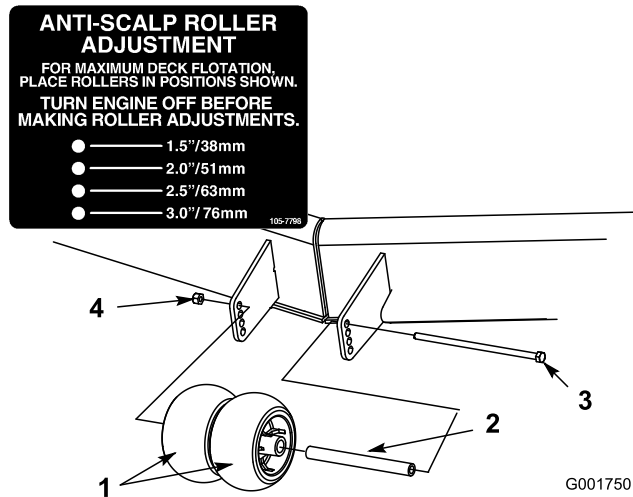

Figure 20
- Lorsque la hauteur de coupe est réglée, enlevez l'écrou à embase, la bague et le boulon (Figure 20).
- Choisissez le trou qui convient pour que les galets centraux se trouvent le plus près possible de la hauteur de coupe correspondante voulue (Figure 20).
- Posez les galets centraux, la bague, l'entretoise, le boulon et l'écrou (Figure 20).